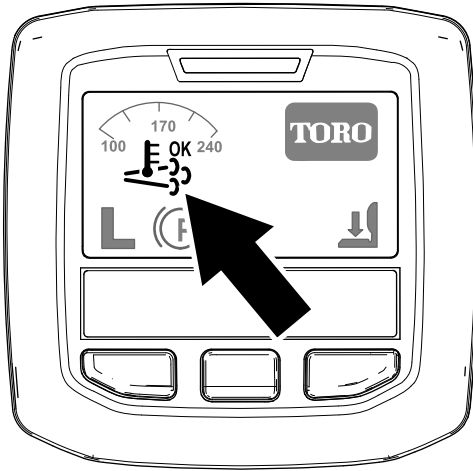

Bild 40
- Das Symbol für die unterstützte bzw. Zurücksetzen-Regenerierung im InfoCenter angezeigt (Bild 40).